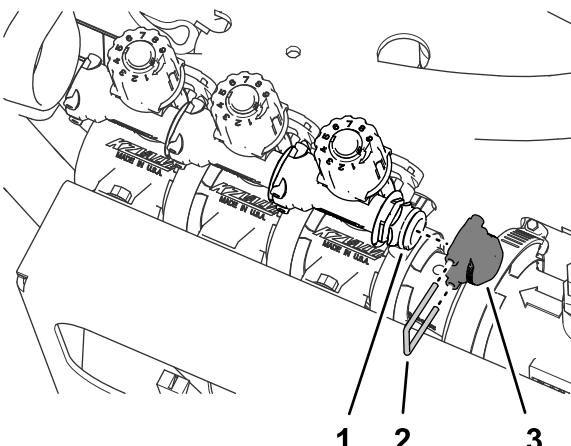

Figure 65
- 3. Retirez l'étrier qui fixe l'obturateur au raccord rapide de la soupape de dérivation, et déposez l'obturateur (Figure 65).